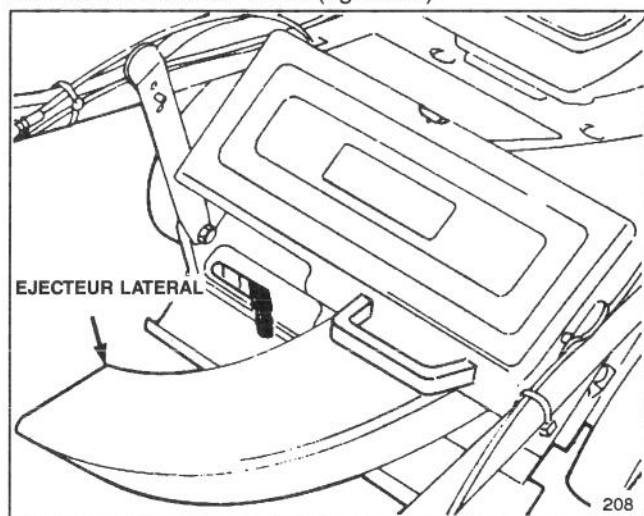

Figure 33
1. Ejecteur latéral (modèle n° 59112)—S'installe en quelques secondes, à l'arrière de la tondeuse, à la place du sac à herbe. Disperse l'herbe coupée tout en taillant sur les deux côtés (figure 33).